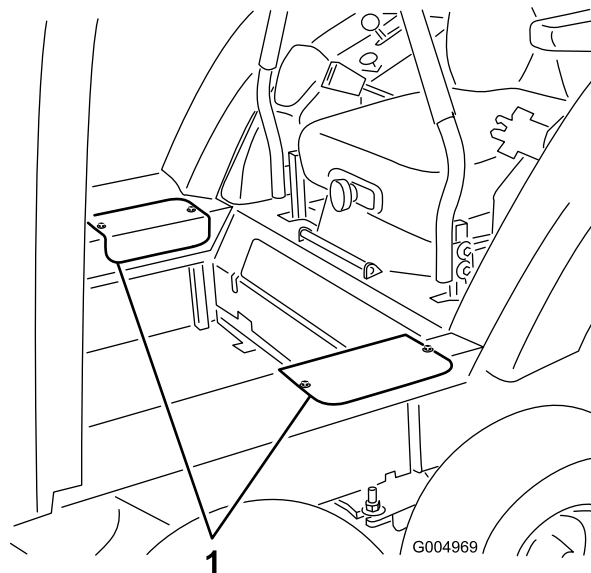

Figura 74
6. Retire os 2 parafusos que fixam cada cobertura de acesso lateral e retire as coberturas (Figura 74).